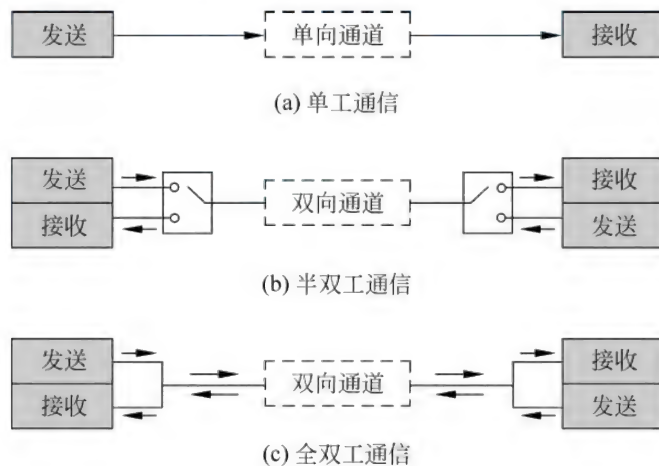

图 7.1 串口通信
- (1) 单工：数据传输只支持数据在一个方向上传输，见图 7.1(a)。
- (2) 半双工：允许数据在两个方向上传输，但是在某一时刻，只允许数据在一个方向上传输，它实际上是一种切换方向的单工通信，见图 7.1(b)。
(3) 全双工：允许数据同时在两个方向上传输，因此，全双工通信是两个单工通信方式的结合，它要求发送设备和接收设备都有独立的接收和发送能力，见图 7.1(c)。